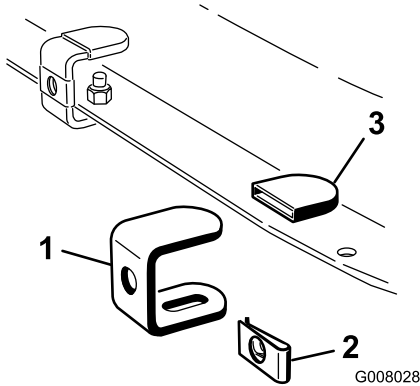

Figura 5
1. Ensamble cinco soportes según se muestra en (Figura 5) usando cinco juegos de tapones de goma, tuercas rápidas y soportes.